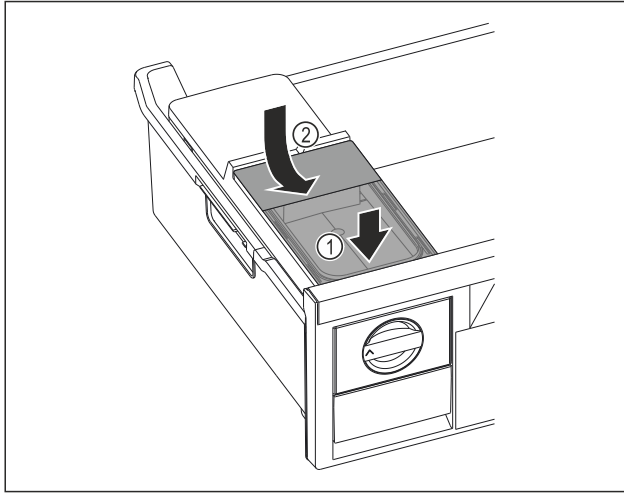

Fig. 110
- Su deposunun ön tarafını yerleştirin. Fig. 110 (1)
- Su deposunun arka kısmını aşağı indirin. Fig. 110 (2)